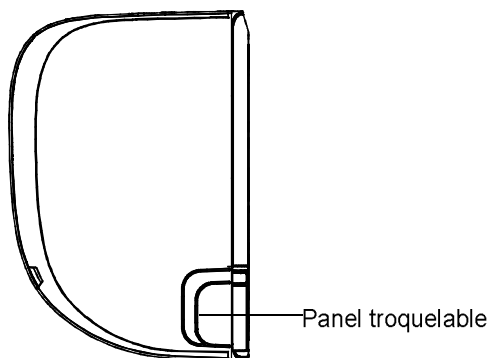

Fig. 3.3
2. Si el agujero de la pared está detrás de la unidad, mantener el panel troquelable en su lugar. Si el agujero de la pared esta en un lado de la unidad interior, quitar el panel de plástico de ese lado de la unidad. (Véase la Fig. 3.3). Esto creará una ranura a través de la cual su tubería puede salir de la unidad. Utilice pinzas de punta de aguja si el panel de plástico es demasiado difícil de quitar con la mano.